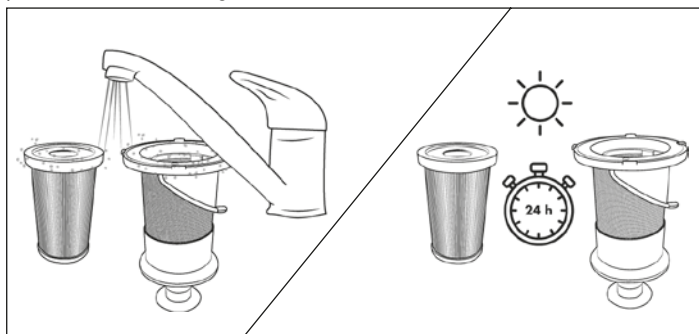

Fig. 20
- 5) Enjuague el filtro HEPA **5** y el filtro de acero inoxidable **6** bajo agua fría o templada. Deje que el filtro HEPA **5** y el filtro de acero inoxidable **6** se sequen completamente antes de volver a montarlos en el depósito de polvo **7** (consulte la fig. 20).